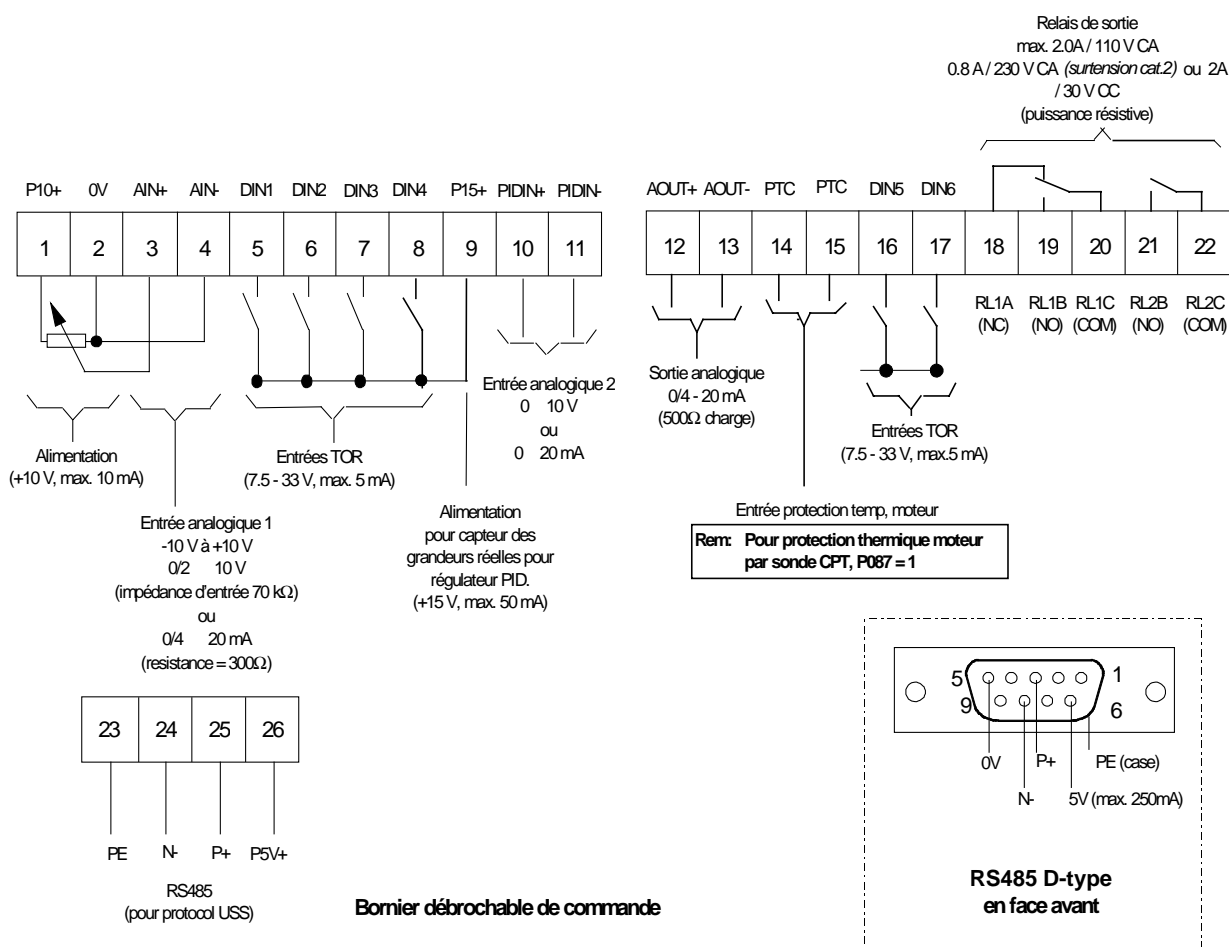

Figure 6: Branchement des circuits de commande - NORDAC Compact
5. Connectez les câbles de commande comme illustré aux Figures 6 et 8, section 2.2.4 et 2.2.6.
15. Connectez les câbles de commande comme illustré aux Figures 6 et 8, section 2.2.4 et 2.2.6.
11. Connectez les câbles de commande comme illustré aux Figures 6 et 8, section 2.2.4 et 2.2.6.
- (1) Branchez un simple interrupteur entre les bornes de commande 5 et 9. Cela règle le moteur sur une rotation dans le sens des aiguilles d'une montre (valeur par défaut).
- (2) Branchez un potentiomètre 4,7 k Ω sur les bornes de commande comme indiqué à la figure 6 et 8 ou branchez la broche 2 (0V) sur la broche 4 et appliquez un signal 0 - 10 V entre la broche 2 (0V) et la broche 3 (AIN+).